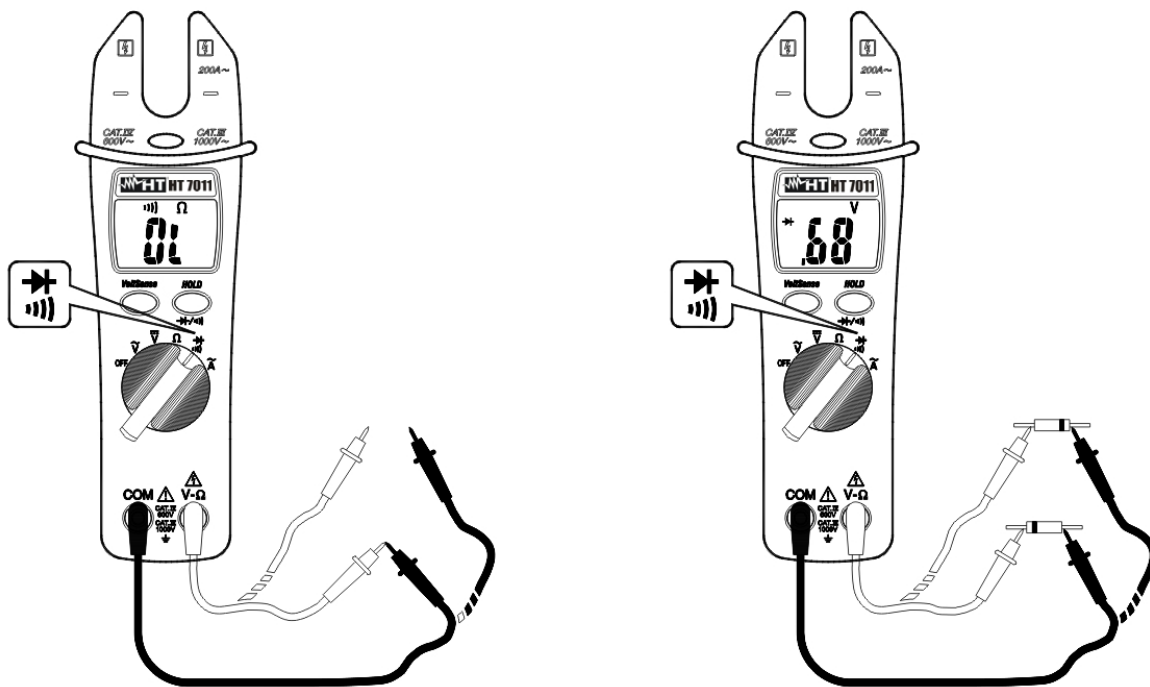

Abb. 7: Die Anwendung für den Durchgangs- und Diodentest
3. Verbinden Sie die Meßleitungen mit den Eingangsbuchsen, der rote Stecker mit der V /Ω Buchse, und den schwarzen Stecker mit der COM Buchse. (siehe Abb. 7) .